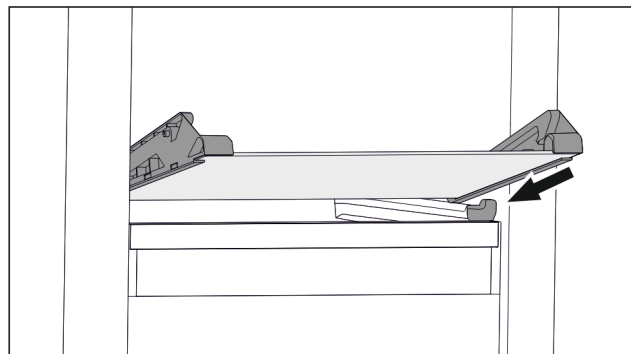

Fig. 71 Glassplate på nedvippbar skuff
- ▶ Sett glassplaten på skrå bak stopperne. (se Fig. 71)